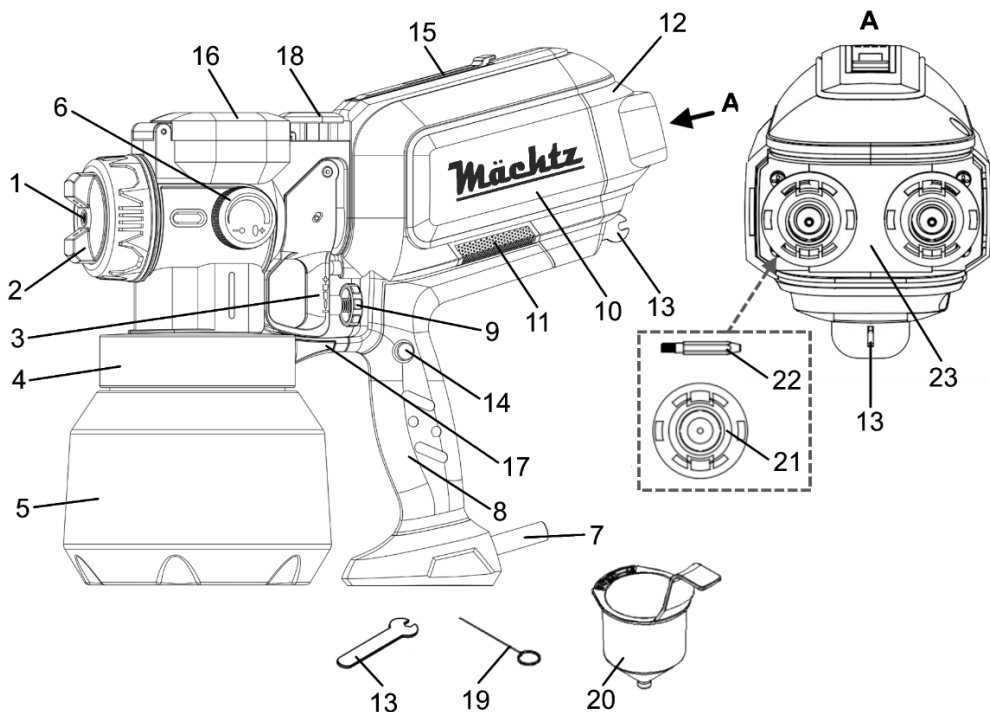

Рисунок 1
4.11 Для вимкнення фарбопульту достатньо відпустити пускову клавішу (3, рисунок 1).